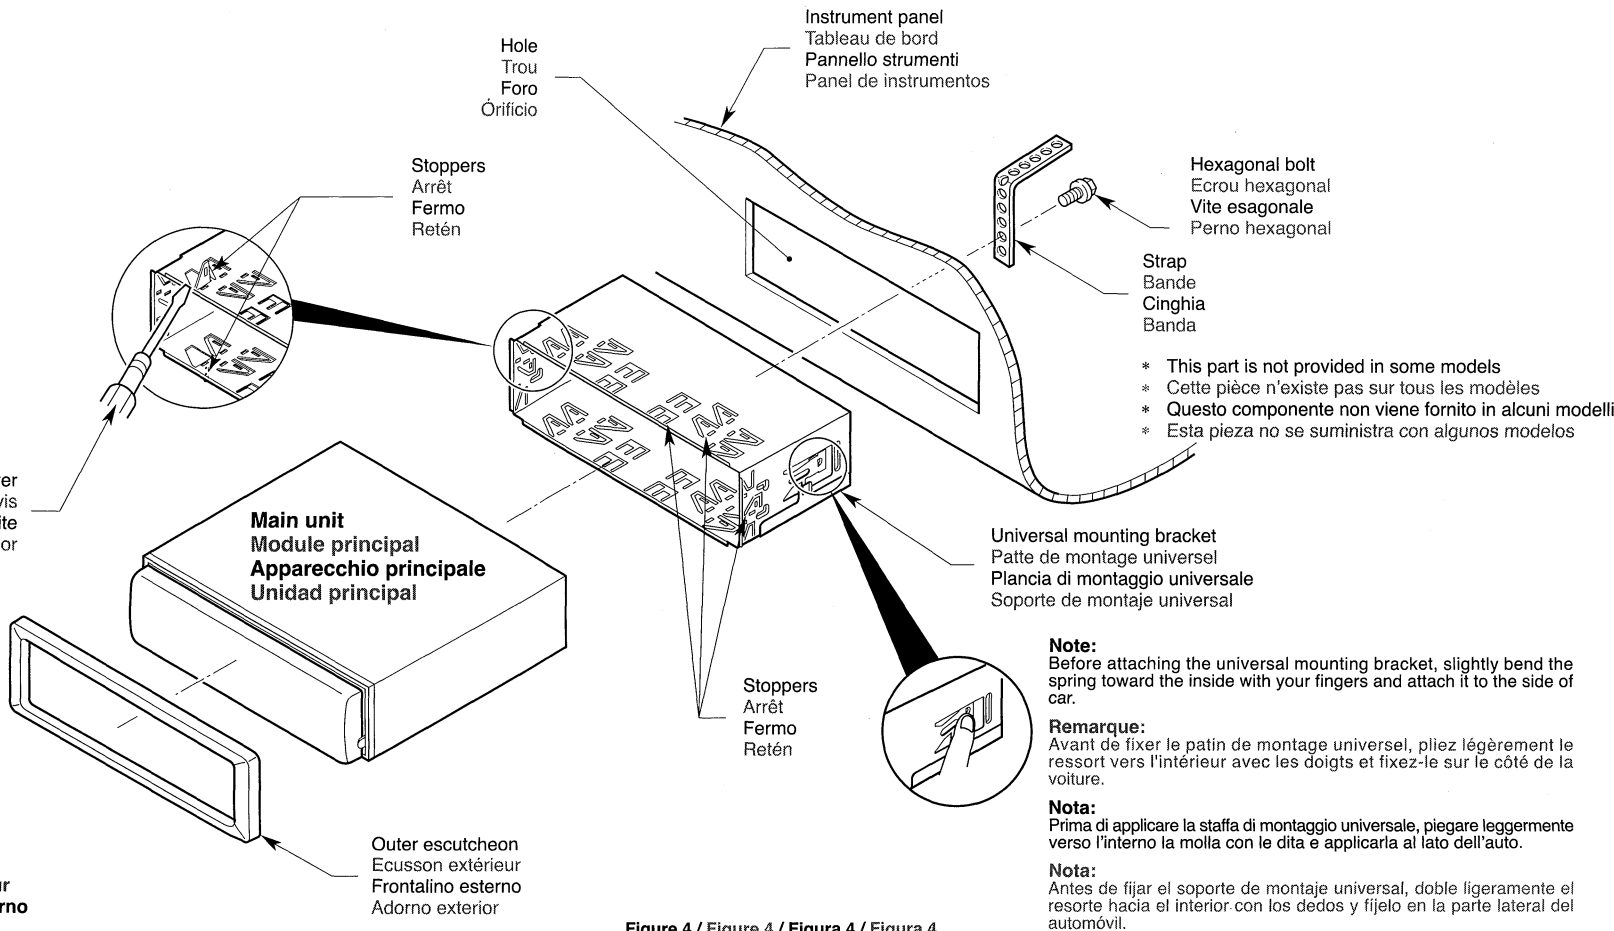

Figure 4 / Figure 4 / Figura 4 / Figura 4
- Place the universal mounting bracket into the instrument panel, use a screwdriver to bend each stopper of the universal mounting bracket inward, then secure the stopper as shown in Figure 4.
- Placer le support de montage universel dans le tableau de bord, utiliser un tournevis pour replier vers l'extérieur chaque languette du support de montage universel, puis fixer les languettes comme montré sur la Figure 4.